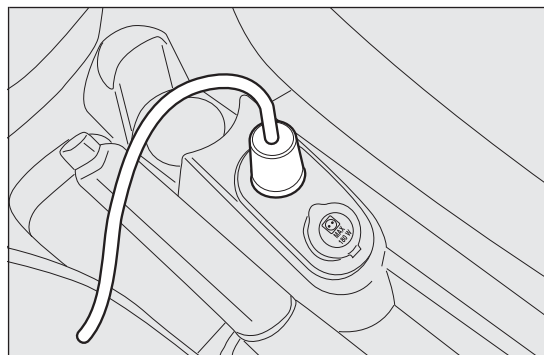
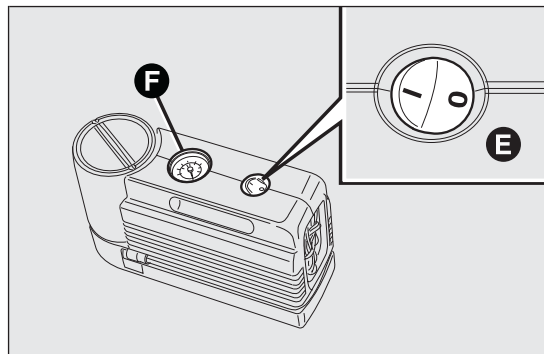

fig. 130
fig. 131
- ❑ asegurarse de que el interruptor E fig. 131 del compresor esté en posición 0 (apagado), poner en marcha el motor; conectar el enchufe D fig. 130 en la toma del encendedor y accionar el compresor colocando el interruptor E fig. 131 a la posición I (encendido). Inflar el neumático a la presión indicada en el apartado "Presiones de inflado en frío", en el capítulo "Datos técnicos". Para obtener una lectura
más precisa, se recomienda controlar el valor de la presión en el manómetro F fig. 131 con el compresor apagado;